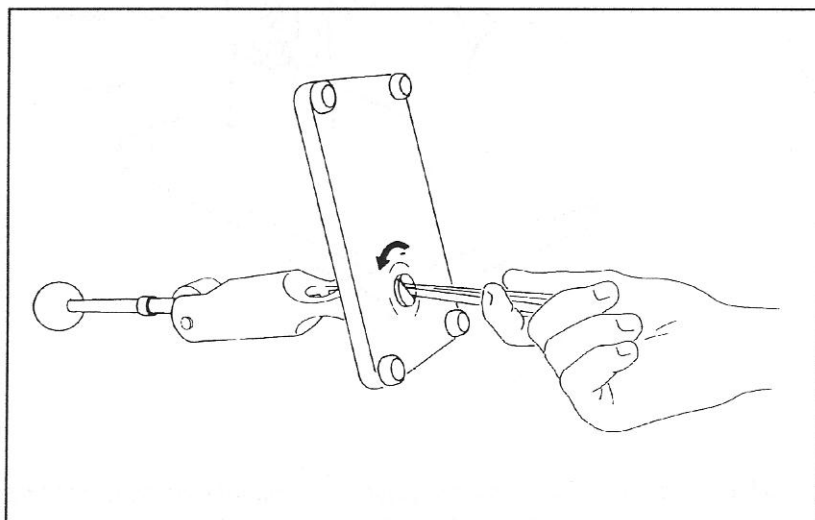

Abbildung 4.2 — Senken der unteren Stempelhalterung
2. Senken Sie die untere Stempelhalterung, indem Sie die Schraube an der Unterseite der Presse linksherum drehen (s. Abbildung 4.2).